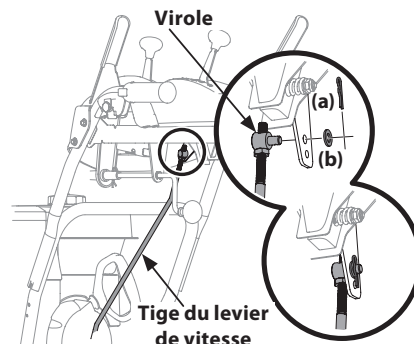

Figure 2-32
8. Retirez la goupille fendue et la rondelle de la virole sur l'extrémité de la tige de commande. Voir l'encadré de la Figure 2-32 inset.
10. Insérez la virole dans le trou supérieur de la tige de commande et fixez-la avec la goupille fendue (a) et la rondelle (b) enlevées à paragraphe 8. Voir Figure 2-32. Virole peut être nécessaire d'ajuster vers le haut ou vers le bas.